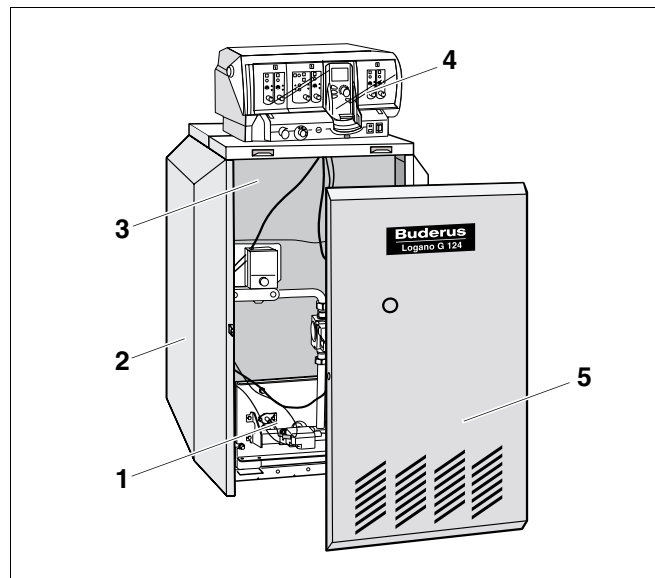

Рис. 1 Специальный газовый отопительный котел Logano G124 WS
Отопительный котел Logano G124 WS (рис. 1) оснащен на заводе встроенной газовой горелкой и системой управления.
- Котловой блок с теплоизоляцией (рис. 1, **поз. 3**) и газовой горелкой (рис. 1, **поз. 1**).
- Обшивка (рис. 1, **поз. 2**) и передняя стенка котла (рис. 1, **поз. 5**).
- Система управления (рис. 1, **поз. 4**).